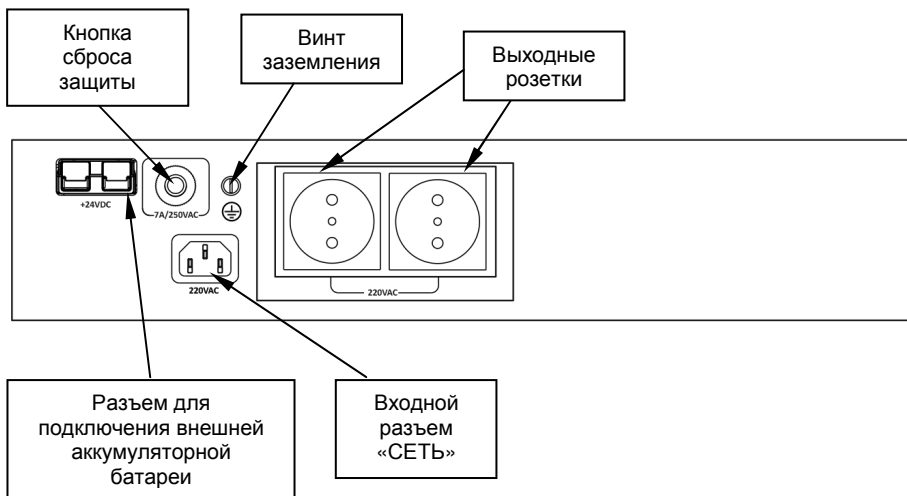

Рисунок 3. Задняя панель источника при монтаже в горизонтальном положении
**На задней панели источника** расположены: кнопка сброса срабатывания защиты по току (срабатывание защиты происходит при превышении уровня входного тока более 7А), входной сетевой разъем, разъем для подключения внешней АКБ, выходные розетки и винт заземления (см. рисунок 3).